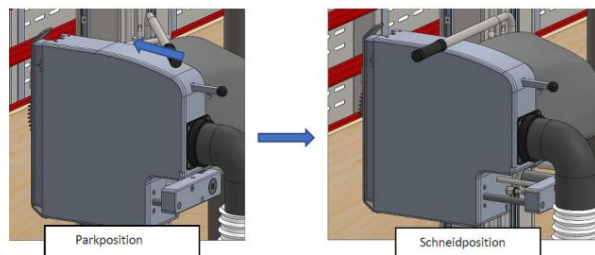

Bild 23: Placering av arbetsstycket på panelsågen
- Materialet som ska bearbetas måste placeras på stödväggen (1, bild 23) genom att stryka över hela ytan.
- Placera arbetsstyckena för horisontell eller vertikal sågning på plattstödet så att de stabiliseras och inte glider eller De måste kunna tippas framåt eller nedåt. Arbetsstyckena måste motstå krafterna som utövas av sågbladet och sugkraften (4-5, bild 23).
- Använd mittstoppet för horisontell bearbetning av mindre arbetsstycken (3, bild 23).
- Innan du stänger av, se till att det inte finns något skärmaterial på stödväggen (5, bild 23).
(7, bild 23.)